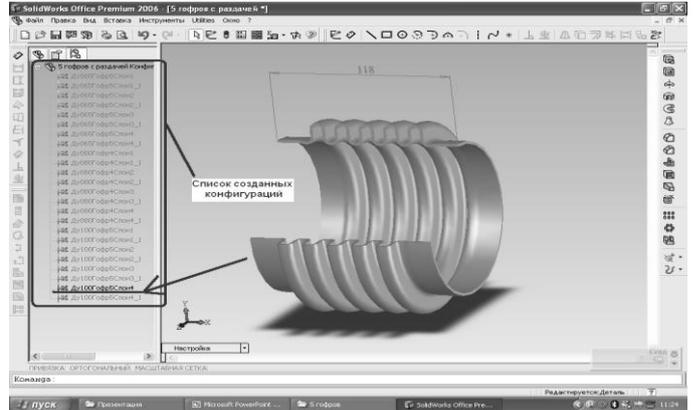

Рис. 4. Масштабный эскиз сальфона
- Получение масштабного эскиза сальфона средствами SolidWorks (рис. 4).